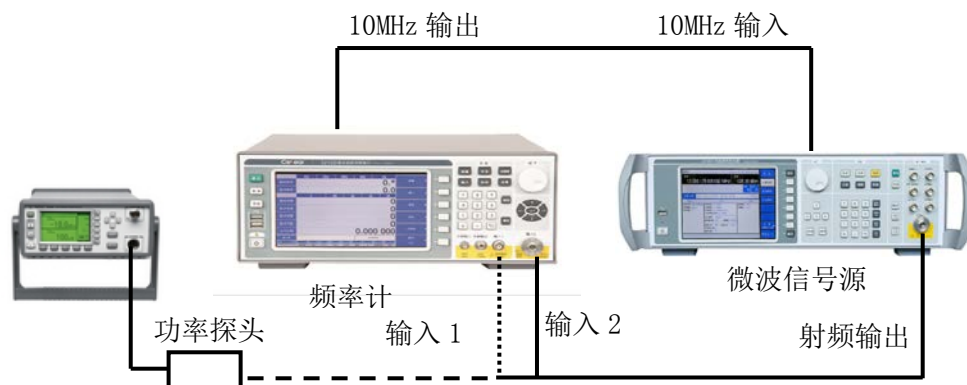

图 8-3 连续波/脉冲测试框图 (50MHz~40GHz)
- 如图 8-3 连接测试设备, 将微波信号源连接到频率计输入 1;